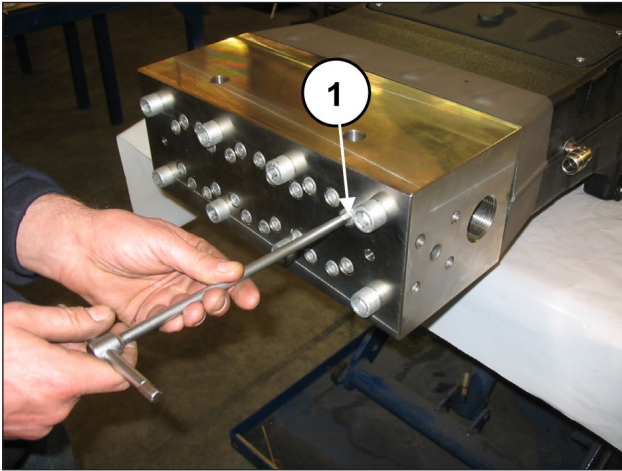
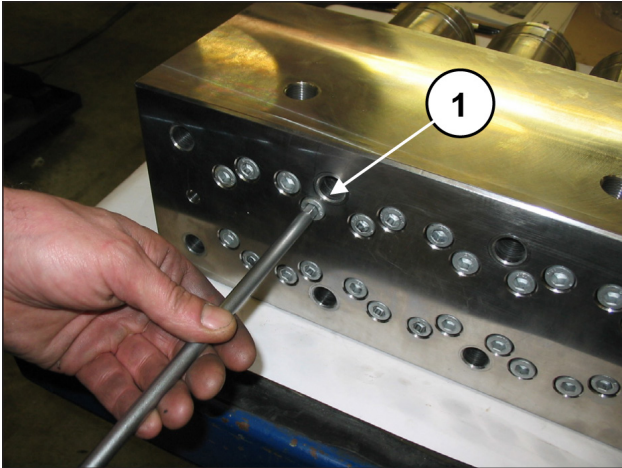
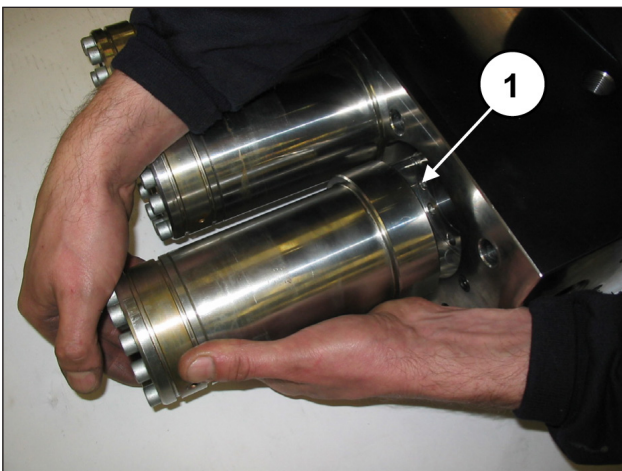

Abb. 106
Abb. 112
Abb. 113
Verfahren Sie zur Abnahme der Ventilgruppen wie folgt: Lockern Sie die Befestigungsschrauben M10x140 von Buchsen und Kopf (Pos. ①, Abb. 106), um sie freizulegen.
Lösen Sie die Befestigungsschrauben M10x140 von Buchsen und Kopf (Pos. ①, Abb. 112) und ziehen Sie Buchsengruppen heraus (Pos. ①, Abb. 113).
Die Kolbenbaugruppe bedarf keiner regelmäßigen Wartung. Die Eingriffe beschränken sich lediglich auf die Sichtinspektion des Kühlkreis-Ablasses. Sollten Störungen / Schwingungen am Druckmanometer oder Pulsationen in der Ablassleitung (Schlauch) des Kühlkreises auftreten, muss das Dichtungspaket überprüft und ggf. ausgetauscht werden. Verfahren Sie zur Abnahme der Kolbenbaugruppen wie folgt: Trennen Sie den Kopf und das Distanzstück der Buchsen vom Pumpengehäuse gemäß den Hinweisen in Abschn. 2.2.1 (von Abb. 106 bis Abb. 113).